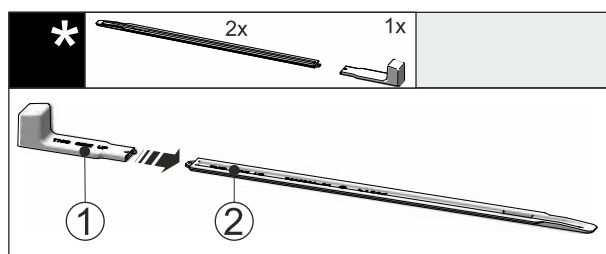

Fig. 46
- Montážní úchyt Fig. 46 (1) připevněte k nivelační liště Fig. 46 (2).